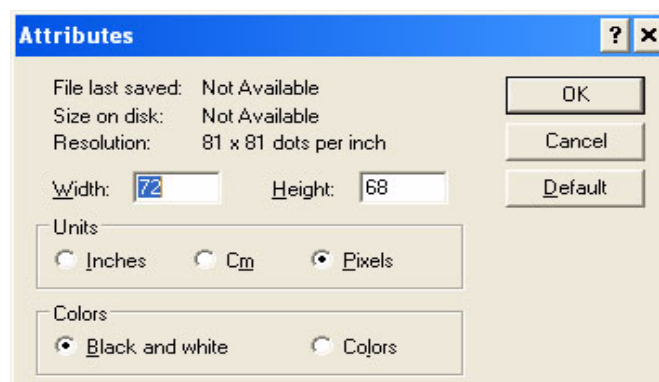

Figure 5-69: Attributs de l'image
- c. Sélectionner le format de couleur de l'image en tant que Noir et Blanc.(Voir Figure 5-69 à la page 5-83)